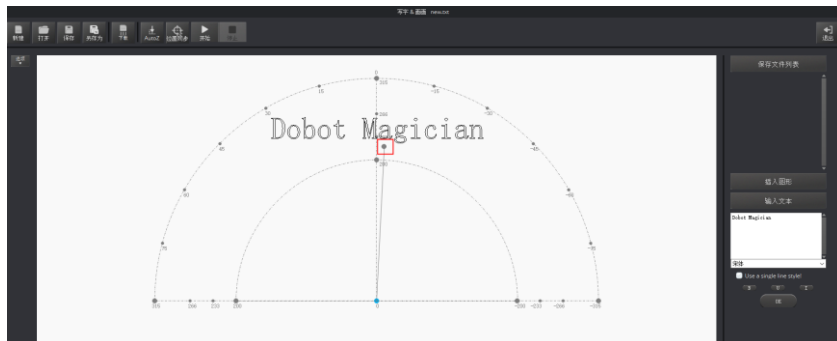

图 5.68 机械臂末端激光套件对应写字画画界面上的点
- 图 5.68红框中的点为机械臂所在的位置。移动机械臂时，该点的位置也随之变化，且确保在环形区域内移动。